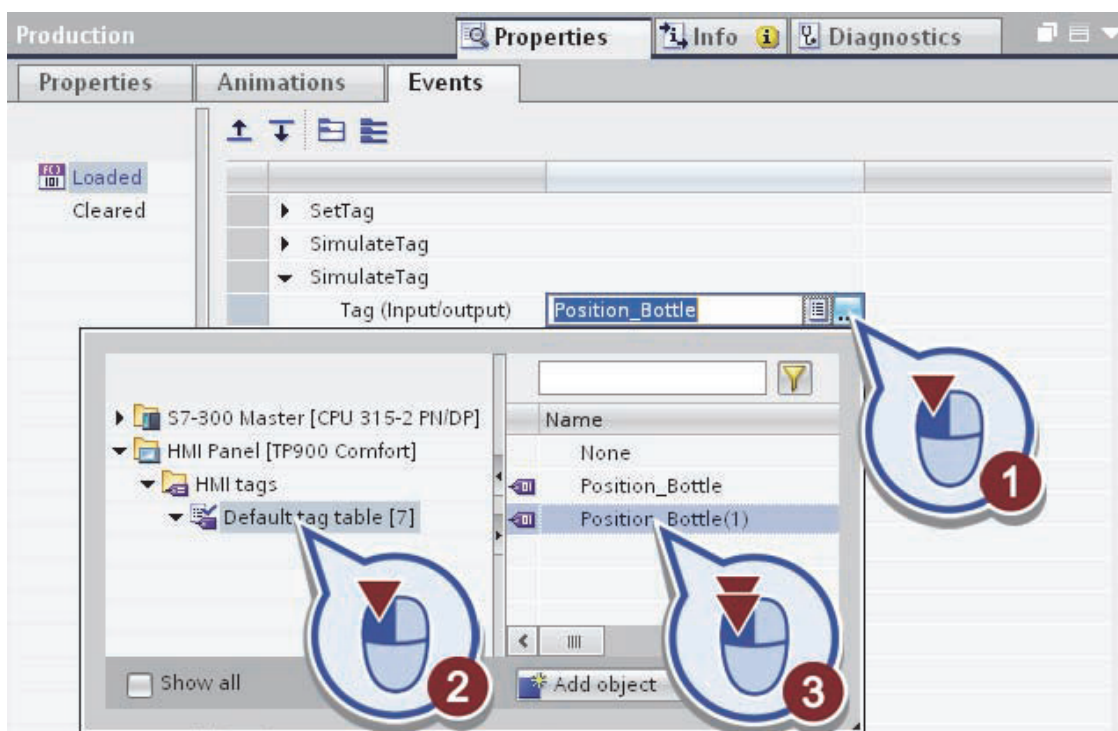

Рис. 3.47. Связь функции «SimulateTag» с тегом «Position_Bottle(1)»
Создайте ссылку скопированной функции к тегу «Position_Bottle (1)» (рис. 3.47):